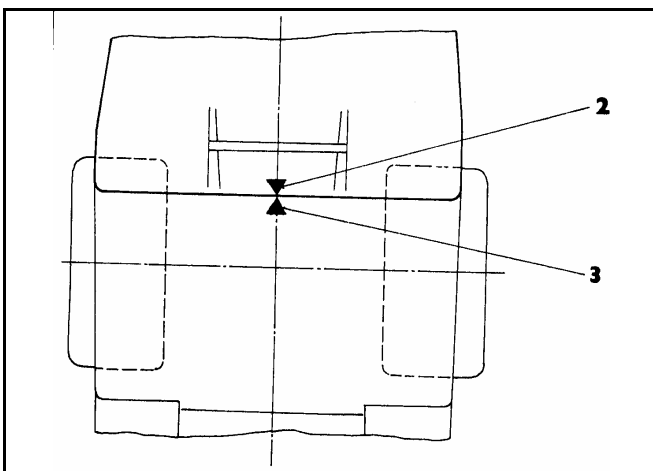

Fig. 7
3. Wanneer de bak op zijn plaats staat, plak het etiket met de driehoek erop op de bak, en laat dit samenvallen met het etiket achteraan op de traktor. Dit om toekomstige montages en demontages te vergemakkelijken (fig. 7).